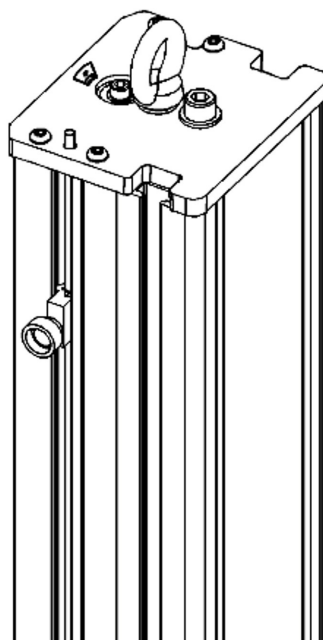

图 10. 用于提升机架的吊环螺栓
7. 将起重机吊钩插入机架立柱顶部的吊环螺栓中，参见第 51 页图 10。
某些系统的吊环螺栓在装运前已拆除。如果您的机器上没有吊环螺栓，那么它会包装在包裹中，放在某一未密封箱内，通常在系统文档所在的箱子内。将吊环螺栓拧在机架立柱顶部，如第 51 页图 10 中所示。